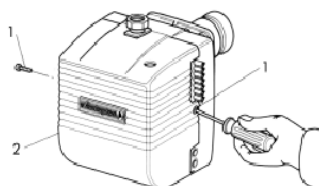

fig.1
Чтобы обеспечить доступ к основным узлам, снимите крышку, как показано на рис. 1.
- Закройте газовый кран и отсоедините линию подачи газа. Отвинтите винты **1** и снимите крышку **2** (рис. 1).